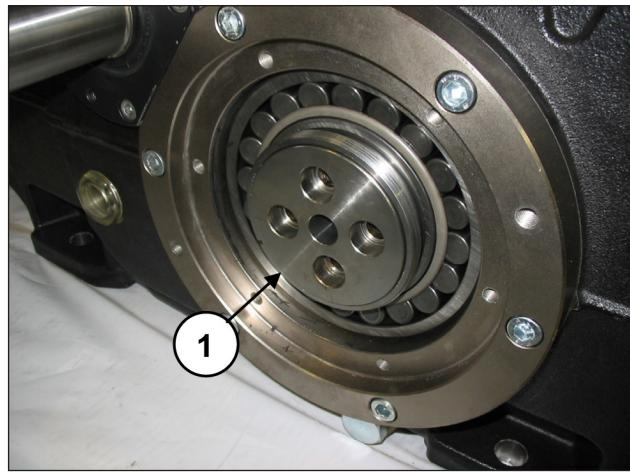

Fig. 14
Laisser les brides de maintien de la douille en place (rep. ①, Fig. 14).